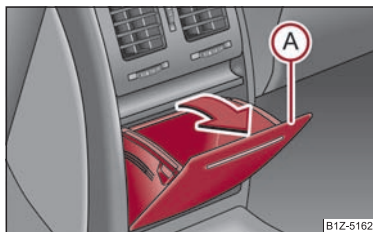

Fig. 99 Consola centrală spate: Compartimentul de depozitare
- Deschideți compartimentul trăgând de marginea de jos **A** în sensul săgeții ⇒ fig. 99.